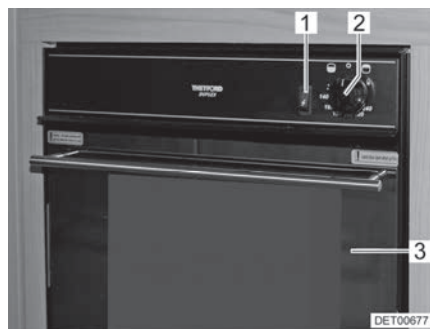
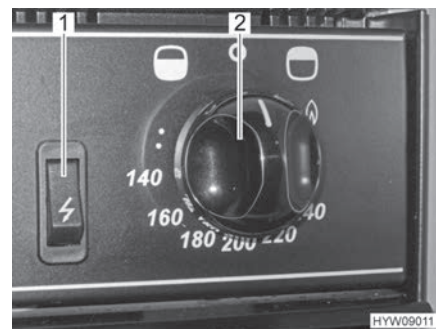

Bild 181 Gasugn med grill
Bild 182 Reglage (gasugn med grill)
- Öppna ugnsluckan (Bild 181,3) helt.
- Tryck vridregulatorn (Bild 181,2 och Bild 182,2) och ställ den moturs (i riktning mot ugn-symbolen "🔥") till maximal ställning.
- Tryck på vridregulatorn (Bild 181,2 och Bild 182,2) under 5 till 10 sekunder. Gasen strömmar till brännaren.
- Tryck på tändaren (Bild 181,1 och Bild 182,1) tills lågan tänds.
- Tryck vridregulatorn (Bild 181,2 och Bild 182,2) och ställ den medurs (i riktning mot grill-symbolen "🍖") till flammans symbol.
- Vrid med vridregulatorn (Bild 181,2 och Bild 182,2) till "0". Flammen slocknar.